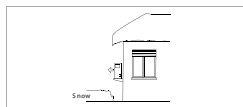

Fig.2
11. Si la unidad se instala en las zonas donde pueden ocurrir fuertes nevadas, es necesario elevar su nivel al menos 200 mm por encima del nivel usual de nieve o utilizar un kit de soporte para condensadora. (fig.2)